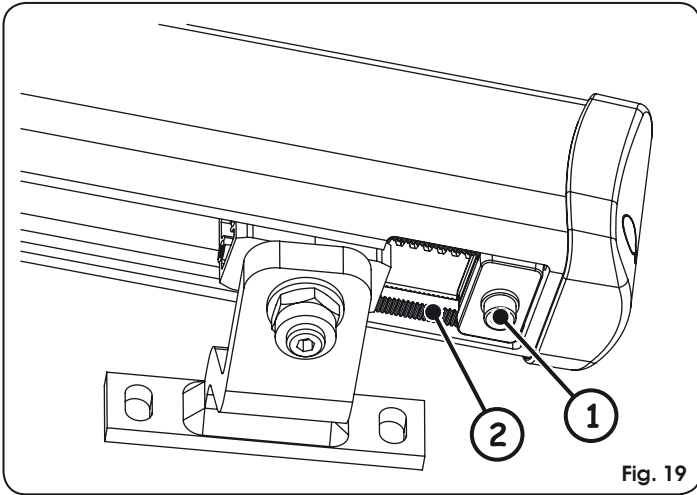

Fig. 19
- Afloje el tornillo de fijación, Fig. 19 ref. ①. No es necesario quitar completamente el tornillo.
⚠ El bloqueo mecánico trabaja acoplado a un sector dentado, Fig. 19 ref. ②. Si se verifican obstáculos durante el movimiento, asegúrese de que el acoplamiento esté libre. NO EJERCITE FORZAMIENTOS.